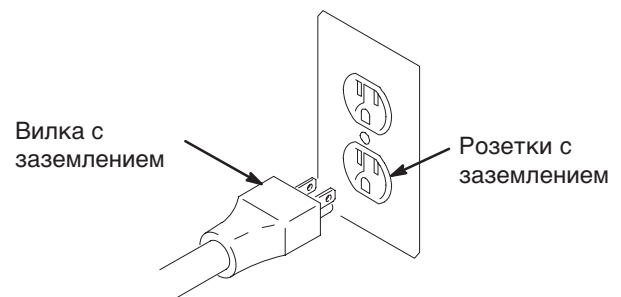

Рис. 2
1. Рис. 2. Для моделей Ultra Max II 695, 795 и 1095 на 100–120 В перем. тока частотой 50/60 Гц требуется сеть мощностью 15А с заземленной розеткой. Для моделей Ultra Max II 1595 на 120 В перем. тока частотой 50/60 Гц требуется сеть мощностью 20А с заземленной розеткой; для моделей на 220–240 В перем. тока частотой 50/60 Гц, требуется сеть мощностью 10А с заземленной розеткой.